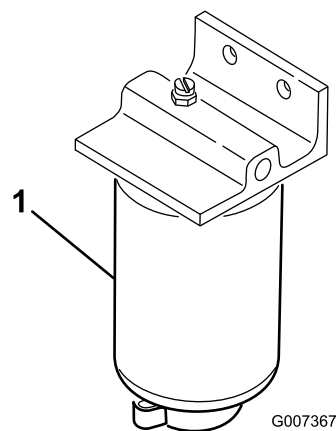

Figura 45
1. Mettete un contenitore pulito sotto il filtro del carburante (Figura 45).
2. Pulite la superficie circostante la scatola del filtro (Figura 45).